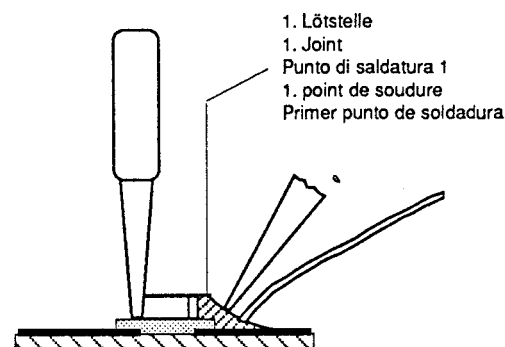

Fig. 4
4. Schritt: CHIP an der Lötstelle ansetzen, zentrieren und anlöten (Fig. 4).
4. Appoggiare il CHIP sul punto di saldatura, centrarlo e quindi saldarlo (Fig. 4).
4. step: Put the CHIP onto the soldering point, then center and fix it (Fig. 4).
4. Poser le composant CMS sur cette pointe de soudure, centrer et souder. Maintenir le composant CMS à l'aide d'une pince brucelle (Fig. 4).
Cuarto paso: Colocar el CHIP sobre la gota de estaño, centrarlo y soldarlo (Fig. 4).